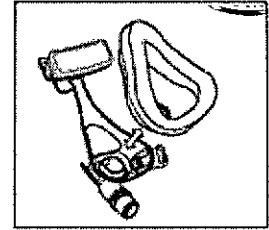

Figura 9
2. Almohadillado de la mascarilla - Utilice los pulgares para empujar el almohadillado más allá de las lengüetas de retención del codo y presione para colocar en su sitio (Figura 9).